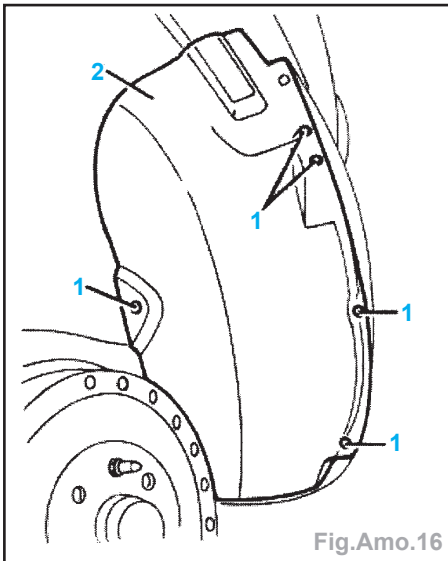

Fig.Amo.16
- Déposer les vis (1) et le passage de roue (2) (Fig.Amo.16).